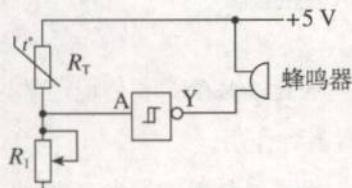

图 6.3-3 温度报警电路
**实验2 温度报警器** 图 6.3-3 是一个温度报警器的电路图。 $R_T$  为热敏电阻, 常温下阻值为  $2\text{ k}\Omega$  左右, 温度升高时阻值减小。 $R_1$  为可调电阻, 最大阻值选  $1\text{ k}\Omega$  比较合适。蜂鸣器可以选用 YMD 或 HMB 型, 当它两端的直流电压为  $4 \sim 6\text{ V}$  时会发出鸣叫声。
图附-6 在实验板上连接电路的实例（图 6.3-3 的温度报警电路）